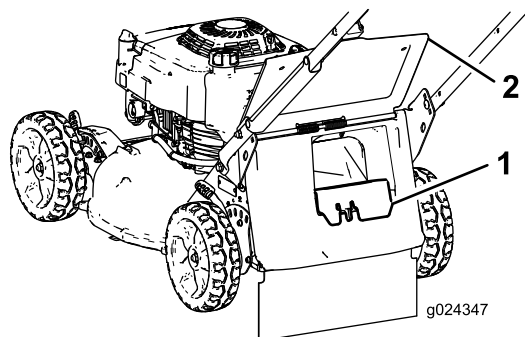

Figure 18
- Si l'obturateur de goulotte arrière n'est pas en place, saisissez-le par la poignée, soulevez le volet arrière, et insérez-le dans la goulotte arrière jusqu'à ce que le verrou s'enclenche; voir Figure 18.
3. Retirez l'obturateur d'éjection arrière en appuyant sur le verrou avec le pouce et en tirant l'obturateur hors de la machine (Figure 18).